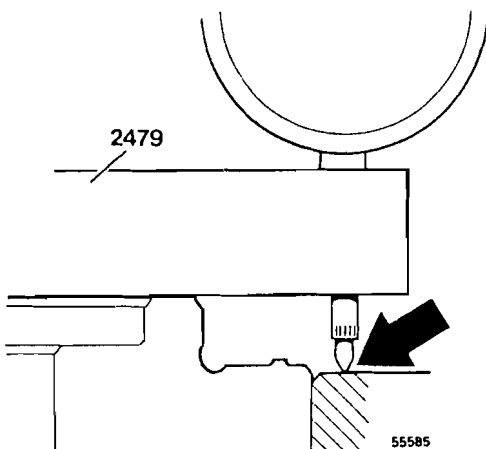

Fig. 126
- 1 Montar la cañisa sin los aros de estanqueidad en el bloque y controlar la altura de la superficie de estanqueidad. Leer el indicador y anotar el valor leído, véanse figs. 126 y 127.